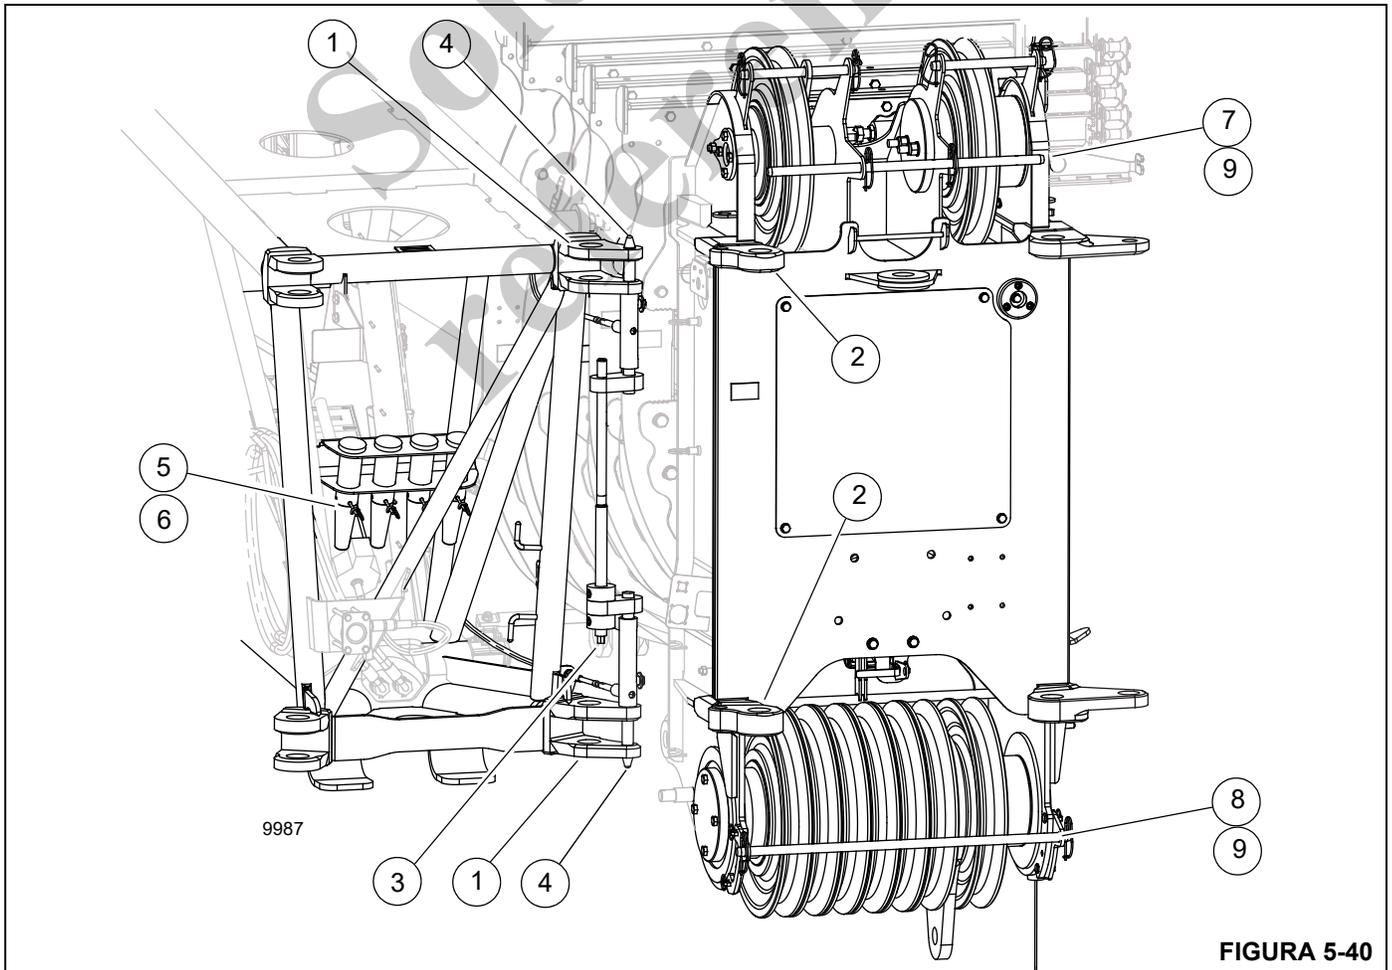
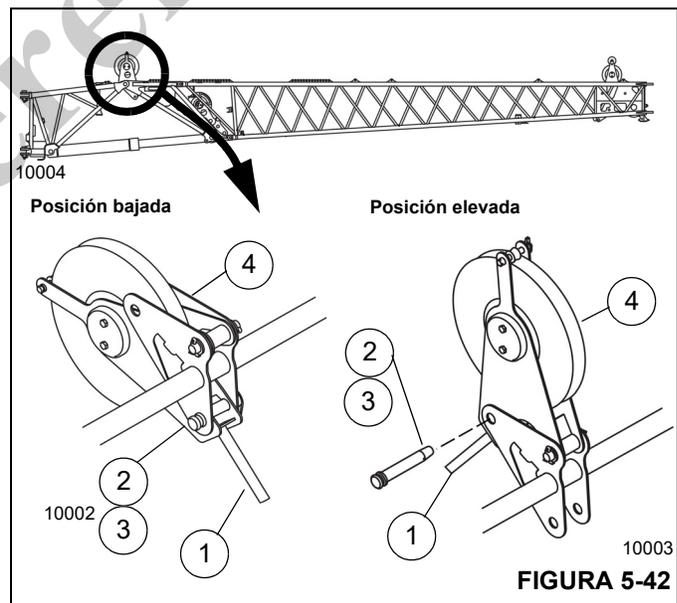
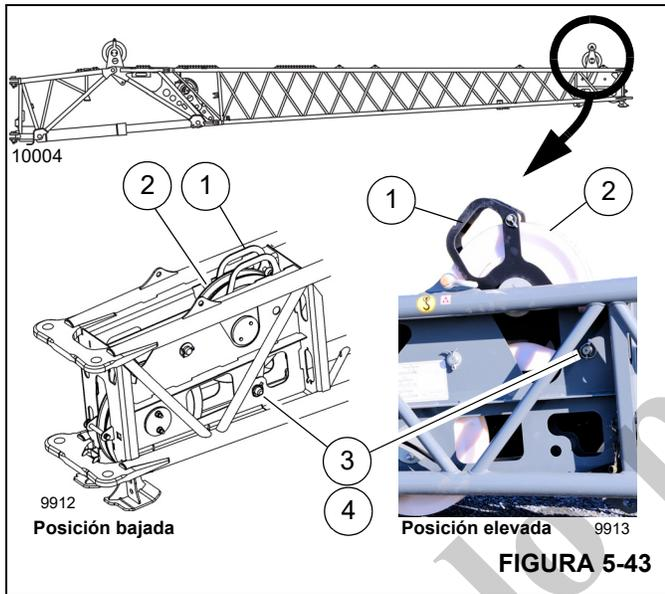

FIGURA 5-40
FIGURA 5-42
FIGURA 5-43
6. Si es necesario, gire el tornillo nivelador (3, Figura 5-40) en sentido contrahorario para retraer los pasadores de instalación de la extensión de la pluma (4) con una llave de impacto, una extensión y un perno de 14 mm.
8. Suba y baje la extensión de la pluma según sea necesario para alinear los accesorios de anclaje de la extensión de la pluma (1, Figura 5-40) con las orejetas de sujeción de la punta de la pluma (2). Alinee y asegure los pasadores de instalación de la extensión de la pluma (4) en los orificios de la punta de la pluma con un atornillador de impacto, girando el tornillo nivelador (3) en sentido contrahorario.
10. Retire los pasadores (5, Figura 5-40) y las pinzas de sujeción (6) del soporte de almacenamiento. Asegure la extensión de la pluma a la punta de la pluma con cuatro pasadores (5). Asegure los pasadores (5) con pinzas de retención (6). Si es necesario, retire las barras de cuerda de malacate superiores (7) e inferiores (8) y las pinzas de retención (9) para instalar los pasadores (5). Utilice el gato, según sea necesario, para instalar el cuarto pasador de la siguiente manera:
- a. Sostenga el mango (1, Figura 5-42) y retire la pinza de retención (2) y el pasador (3).
- b. Eleve el mástil (4). Asegúrese de que los orificios del punto de conexión estén alineados.
- c. Instale el pasador (3). Asegure el pasador con una pinza de retención (2).
- a. Sostenga el mango (1, Figura 5-43) del conjunto de la polea del mástil (2). Retire la pinza de retención (3) y el pasador (4).
- b. Eleve el conjunto del mástil (2) hasta que los orificios de conexión estén alineados.
- c. Inserte el pasador (4) y asegure con una pinza de retención (3).
- b. Baje el mástil (4). Asegúrese de que los orificios del punto de conexión estén alineados.
- a. Sostenga el mango (1, Figura 5-43) del conjunto de la polea del mástil. Retire la pinza de retención (3) y el pasador (4).
- b. Baje el conjunto del mástil (2) hasta que los orificios de conexión estén alineados.
12. Retire cuatro pinzas de retención (6, Figura 5-40) y pasadores (5) de los accesorios de anclaje de la extensión de la pluma y de los accesorios de fijación de la pluma principal. Si es necesario, retire las barras de cuerda de malacate superiores (7) e inferiores (8) y las pinzas de retención (9) para instalar los pasadores (5). Asegure los pasadores (5) y las pinzas de retención (6) en el receptáculo de la extensión de la pluma.
13. Con el cable guía, coloque la extensión de la pluma en la rampa trasera, de modo que los pasadores de instalación de la extensión de la pluma (4, Figura 5-40) se alineen con los orificios de los accesorios de sujeción de la pluma principal (2).
14. Con una llave de impacto y una llave de trinquete con extensión de 14 mm, gire el tornillo nivelador (3, Figura 5-40) en sentido contrario para extender los pasadores de instalación de la extensión de la pluma (4) en los accesorios de fijación de la punta de la pluma (2). El atornillador tocará fondo cuando los pasadores estén enganchados completamente. Verifique que los pasadores (4) estén completamente enganchados y que los pernos y las arandelas estén en el extremo de las ranuras.
Para evitar la muerte o lesiones graves, asegúrese de que los pasadores de instalación de la extensión de la pluma (4, Figura 5-40) se instalen antes de retraer el pasador de montaje delantero (pasador n.º 2).